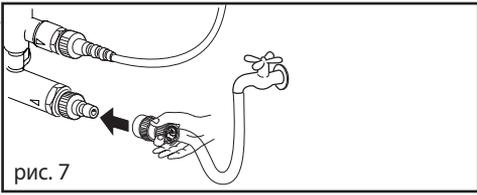

рис. 7
3. Соединить водопроводную трубу с фитингом всасывающей трубы INLET (впуск) (Max. 1 МПа, max. 40° C) (рис.7).